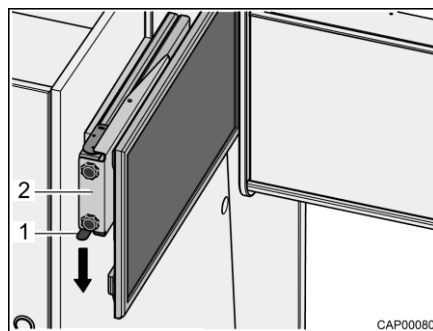

Fig. 81 Base estraibile con schermo piatto
- Premere verso il basso la molla d'arresto (Fig. 81,1) ed estrarre orizzontalmente la base estraibile (Fig. 81,2) con lo schermo piatto in direzione del centro del veicolo.
- Spingere orizzontalmente verso l'interno la base estraibile (Fig. 81,2) con lo schermo piatto fino all'arresto. La molla d'arresto (Fig. 81,1) scatta in posizione.